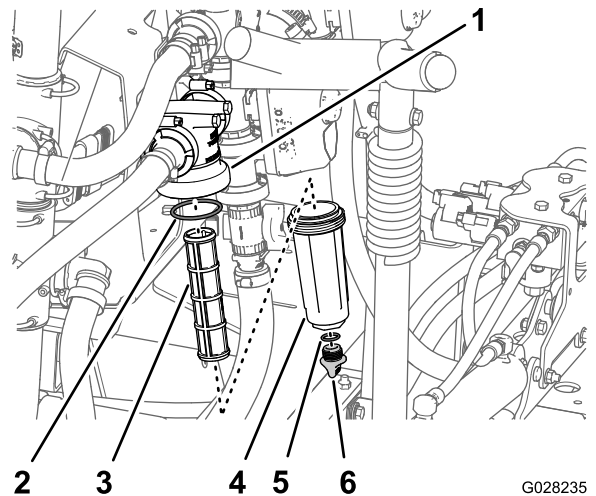

図 147
2. 圧力フィルタの下に受け容器をおく 図 147。
3. 圧力フィッティングのドレンプラグを左に回して外す 図 147。
4. ボウルを左に回してフィルタヘッドから外す 図 147。
5. 古い圧力フィルタエレメントを外す 図 147。
6. ドレンプラグの O リングボウルの内側とボウルの O リングフィルタヘッドの内側に傷や破損がないか点検する 図 147。
7. 新しい圧力フィルタエレメントをフィルタヘッドに取り付ける 図 147。
8. フィルタヘッドにボウルを取り付けて手締めする 図 147。
9. ボウルにプラグを取り付けて手締めする 図 147。